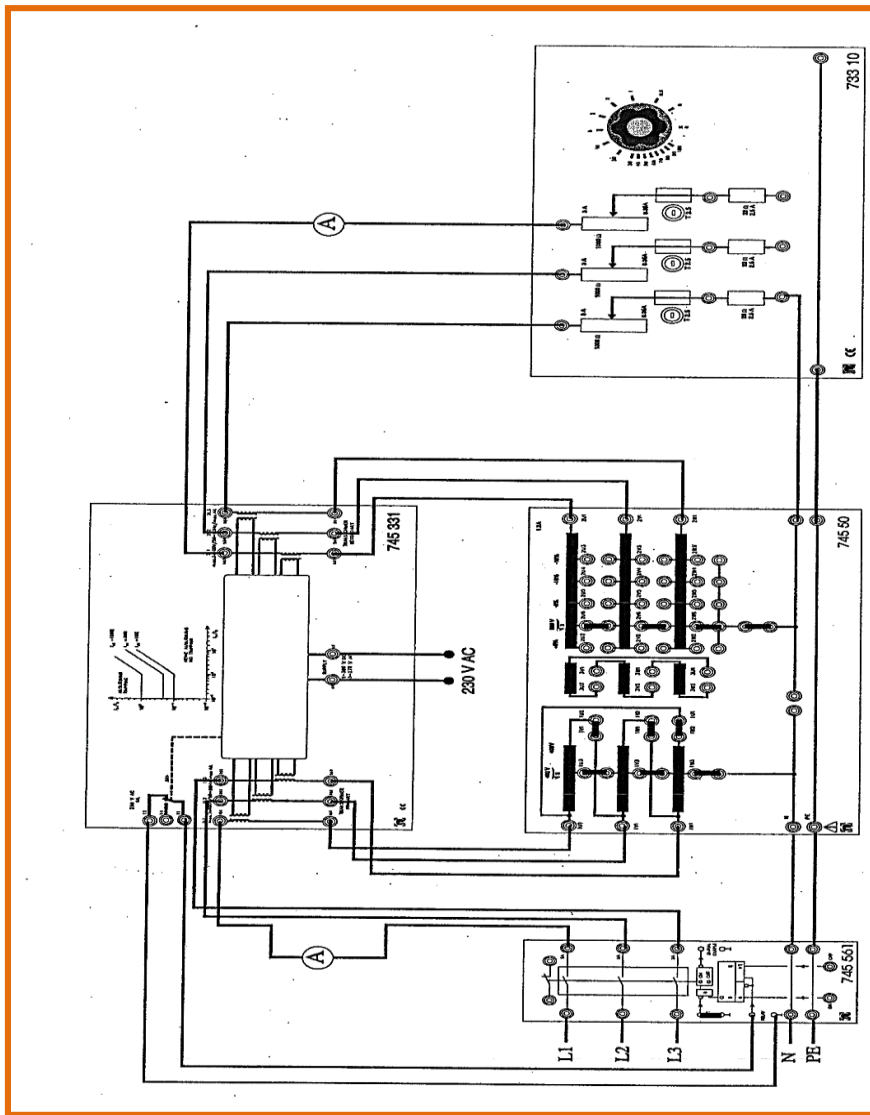

Figure 4.2. Réponse du relais différentiel pour plusieurs défauts.
- ☞ Réaliser le montage de la **Figure 4.2**.